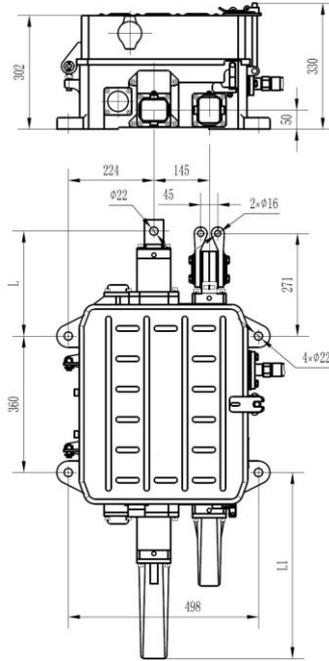
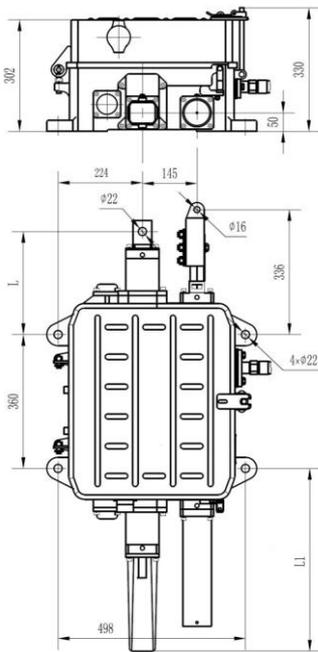

图 1 ZD9/ZDJ9 型电动转辙机（分动）
图 2 ZD9/ZDJ9 型电动转辙机（联动）
4.2 ZD9/ZDJ9 型电动转辙机的安装尺寸应符合图 1、图 2 及表 1 的规定；ZDS9/ZDJS9 型电动转辙机的安装尺寸应符合图 3 的规定；ZDM9/ZDJM9 型电动转辙机的安装尺寸应符合图 4 的规定。